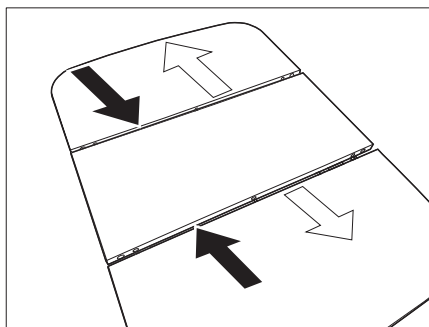

Fig. 110 Bajar la mesa
- Desplazar las piezas exteriores de la mesa hacia la pieza central (Fig. 110 - flechas negras).
- Separar las piezas exteriores de la mesa (Fig. 110 - flechas blancas).